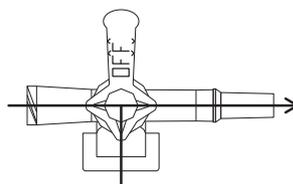

図6
- (11) 輸液を再開する場合は、コックの向きを図6の状態にします。
- (12) 消毒用アルコール綿等でサンプリングサイトおよびキャップ部に付着した血液等を拭き取ります。